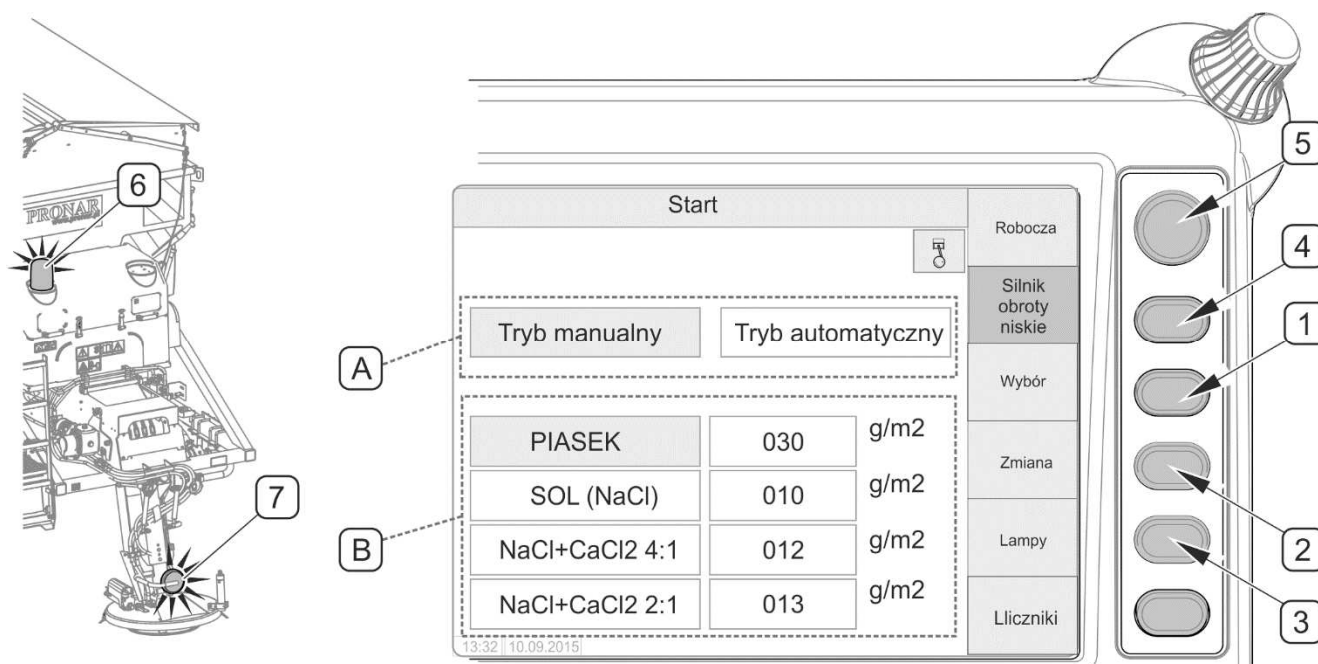

РИСУНОК 4.24 Включение отдельных функций на стартовой странице пульта
При помощи кнопки (1) "Выбор" на стартовой странице "СТАРТ" пульта управления (РИСУНОК 4.24) выбрать поле (A) выбора режима. Кнопкой (2) "Изменение" выбрать "Мануальный режим". При помощи кнопки (1) "Выбор" перейти к полю (B) и выбрать вид материала для разбрасывания. Кнопкой "Изменение" выбрать вид материала для разбрасывания, который на данный момент находится в бункере. При помощи кнопки (3) включить проблесковый маячок (6) сзади машины и лампу (7) около разбрасывающего диска. Подождать несколько минут и кнопкой (4) переключить на высокие обороты, а затем кнопкой (5) перейти на рабочую страницу "Работа".